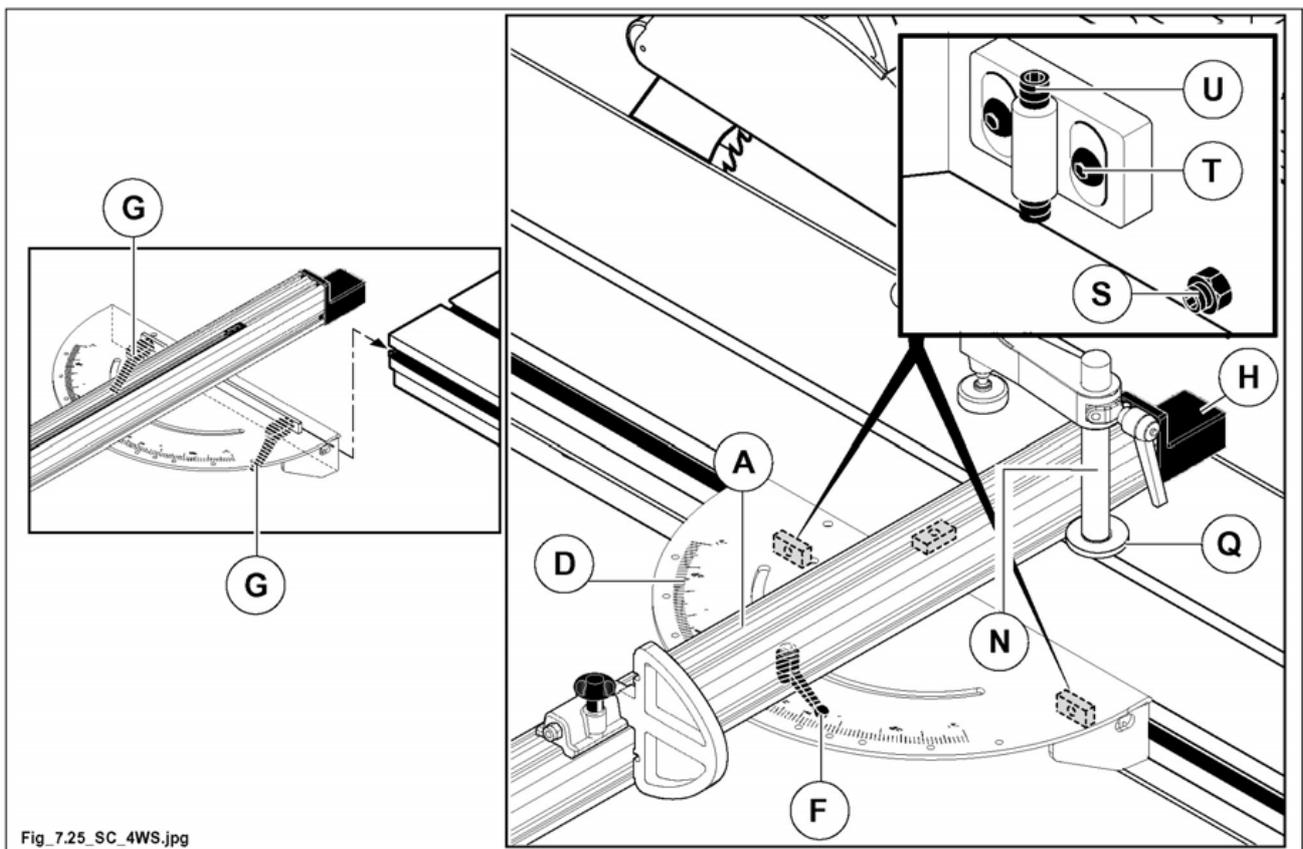

Abb. 7.25
- Das Messaggregat lösen, indem die Säule (N Abb. 7.25) (gegen den Uhrzeigersinn) gedreht wird;
- henkel (F Abb. 7.25) lösen;
- für die Ausführung von Winkelschnitten das Linienaggregat (A Abb. 7.25) drehen, dabei ist die Skala (D Abb. 7.25) Bezugspunkt;
- blockieren durch Festziehen der Henkel (F Abb. 7.25);
- andrücken gegen die Zeilengruppe positionieren und sich vergewissern, dass die Rosette (Q Abb. 7.25) in die Rille eingeführt ist;
- säule (N Abb. 7.25) im Uhrzeigersinn drehen, um diese zu blockieren.
- lockern Sie die Hebel (G Abb. 7.25);
- betätigen Sie die Madenschrauben (S Abb. 7.25), um die Parallelität zum Schiebetisch zu regulieren;
- lockern Sie die Schrauben (T Abb. 7.25) und betätigen Sie die Madenschrauben (U Abb. 7.25), um die Höhe einzustellen.
wenn der Splitterschutz (H Abb. 7.25) abgenutzt ist, diesen an das Sägeblatt annähern, indem man auf die Blockierschrauben wirkt.